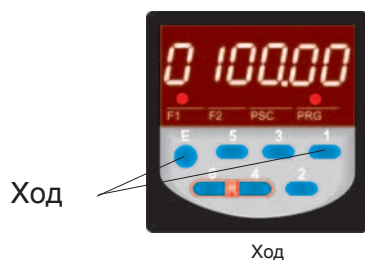

Рисунок 12
- а) Одновременно нажмите кнопки E+1 (см.рис. 12).